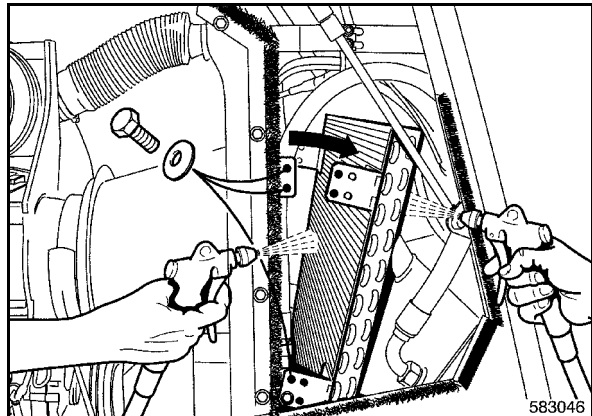

Fig. 143
- Desenroscar los tornillos de fijación del condensador (Fig. 143) y plegar el condensador hacia delante.